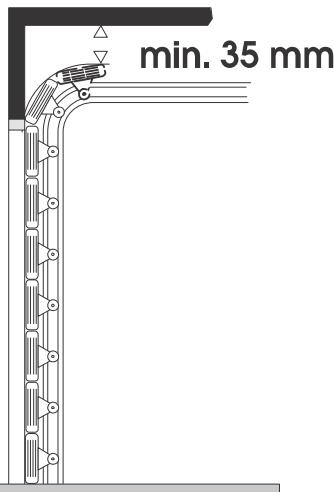

Fig. 4
Encombrement maximum à partir du plafond (mm)	35 (Fig. 4)
- Contrôler qu'il existe un espace d'au moins 35 mm entre le plafond et le point de coulissolement le plus élevé de la porte (Fig. 4).
- 2) Tracer sur le linteau une ligne horizontale correspondant à la hauteur maximale atteinte par la porte au cours du mouvement (voir Fig. 4).